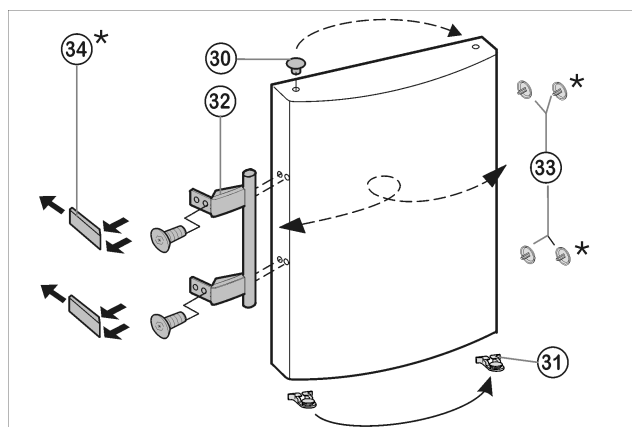

Fig. 7
- Извлеките пробку Fig. 7 (33) из опорной втулки дверцы и переставьте.
- ▶ Снимите и переставьте на противоположную сторону дверную ручку Fig. 7 (32), пробку Fig. 7 (33) и прижимные пластины* Fig. 7 (34).